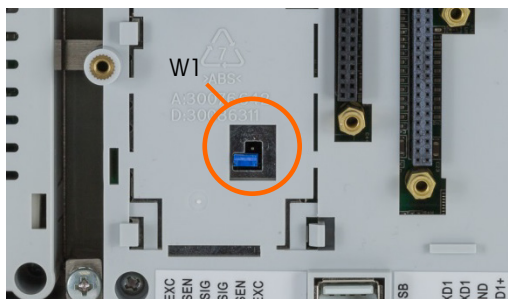
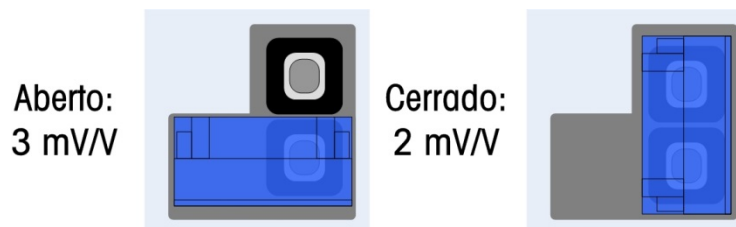

Figura 2-121: Ubicación de la conexión en puente de milivoltios W1, PCB principal
Figura 2-122: Posiciones de la conexión en puente de milivoltios W1
La versión IDNet de la tarjeta principal del IND570 no tiene conexiones en puente. Hay una conexión en puente en la tarjeta principal (W1) de la báscula analógica IND570. Esta conexión en puente selecciona una operación con 2 mV/V o 3 mV/V del circuito analógico. La posición predeterminada de fábrica de 3 mV/V. Consulte la Figura 2-121 para ver la ubicación de la conexión en puente y la Figura 2-122 para sus configuraciones.
- Cuando se retira la conexión en puente W1 para operación con 3mV/V, vuelva a colocarla en solo una de las patillas como se muestra en la Figura 2-121 y a la izquierda en la Figura 2-122. Si esta conexión en puente no está colocada correctamente, la tapa de plástico sobre la tarjeta principal no ajustará adecuadamente. Si esto ocurre, no fuerce la tapa de plástico hacia abajo. Quite la tapa y coloque la conexión en puente como se muestra.